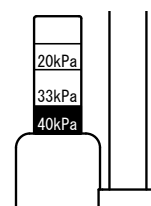

図 3
5. 手動ポンプの先端部と後端部を持ち、繰り返し伸縮させることで空気を加圧バッグに送気し、図 3 のように圧力ゲージの 40kPa の目盛（緑色）が見えるまで加圧します。